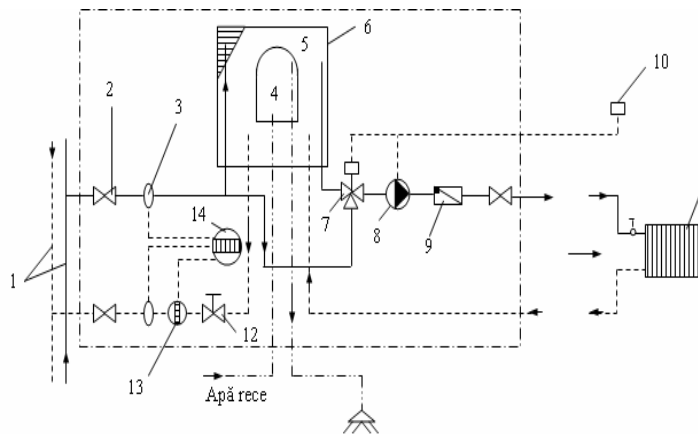

Figura 3.8. Schema modulului termohidraulic cu SATELIT (MTH3):
3. module termohidraulice cu racordarea la coloana de alimentare cu agent termic prin intermediul unui SATELIT MTH3 (figura 3.8) - au ca element de bază un aparat tip satelit, compus din două rezervoare, unul exterior prin care circulă apa caldă care vine din rețeaua de distribuție și unul interior, în care este depozitată apa caldă de consum.